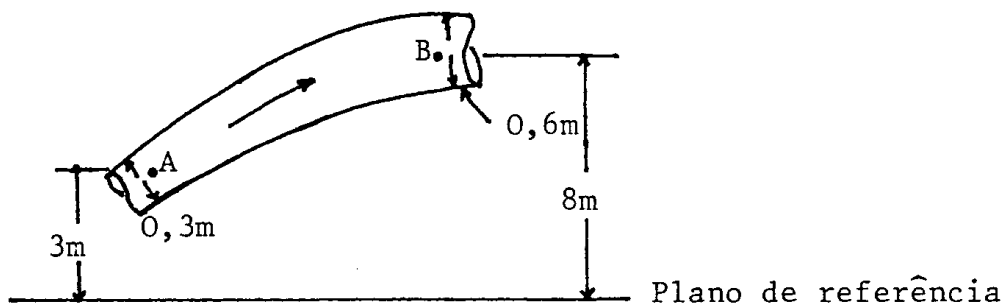

Figura P3.25
3.25 A água escoar-se de A para B, com um caudal de $0,4 \text{ m}^3 \text{ s}^{-1}$, através da tubagem representada na figura P3.25. Se a pressão piezométrica em A for de 7 m.c.a., e não houver perdas de energia entre A e B, calcule a pressão piezométrica em B. Trace a linha piezométrica e a linha de energia total.